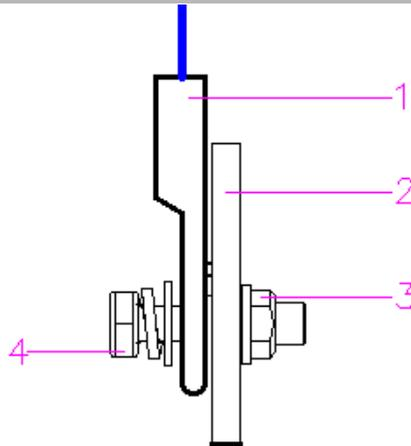

Abb. 4-8. Schematische Darstellung des Anschlusses der Stromkabel.
Der genaue Anschluss der Stromkabel mit den Kombischrauben und den Sechskantmuttern wird in der Abb. 4-8 dargestellt. Die entsprechenden Bauteile von der Abb. 4-8 werden in der Tab. 4-3 zusammengefasst.
Nummer der Bauteile in Abb. 4-8	Beschreibung
*Anmerkung: Die andere Seite dieses Bauteils wurde in der Abb. 4-8 nicht dargestellt, die im System schon vorinstalliert wurde.